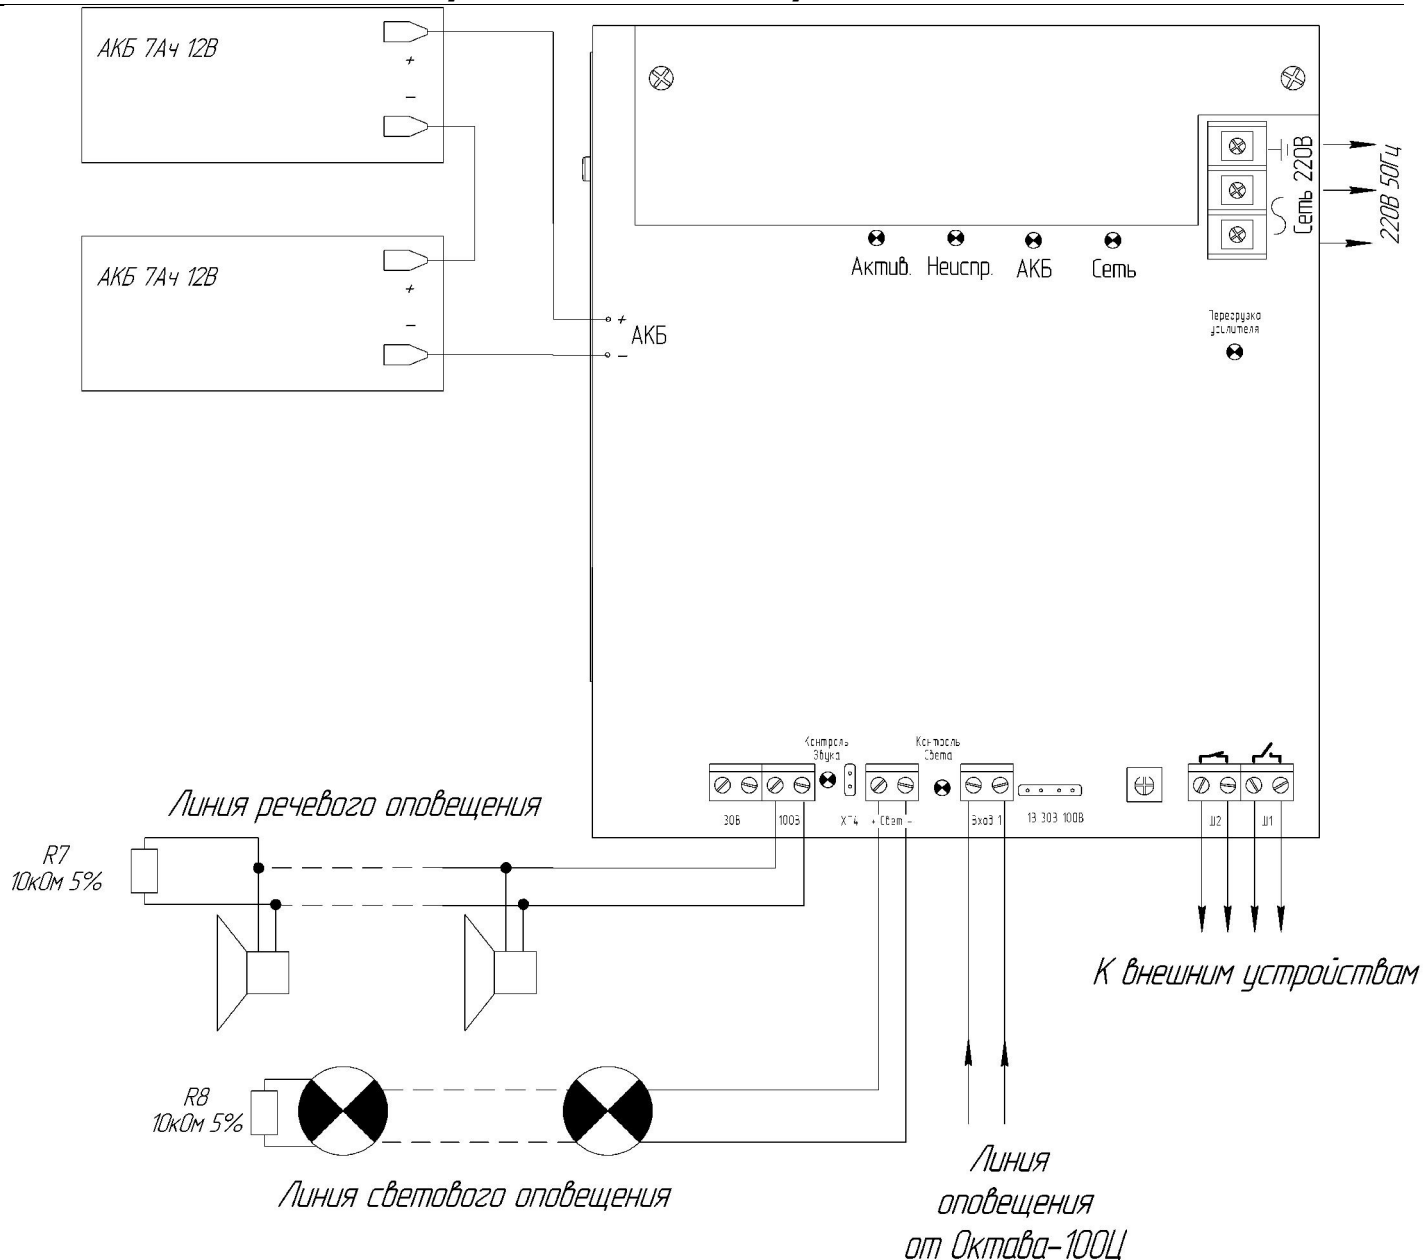

Рисунок 7 Основная схема подключения «Октава-100Ц»
- Открыть крышку прибора и закрепить прибор на стене шурупами через отверстия в основании. Кабели питания и линии связи завести через отверстия в нижней стенке корпуса. Основная схема подключения «Октава-100Ц» приведена на Рисунок 6, схема подключения «Октава-100Б» приведена на Рисунок 7;